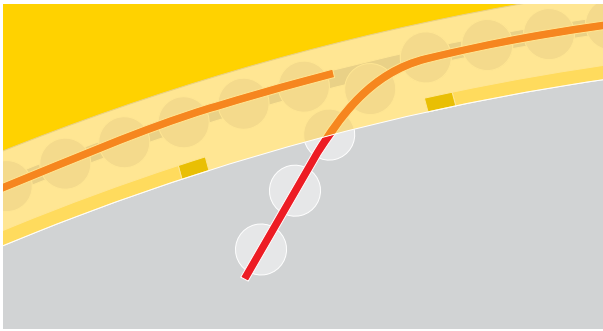

Abbildung 7.1.5
5. Neues Rollenband (3) in die Führungsnut einfädeln (Abb. 7.1.4), bis die ersten 3 Rollen wieder in der Öffnung erscheinen (Abb. 7.1.5).